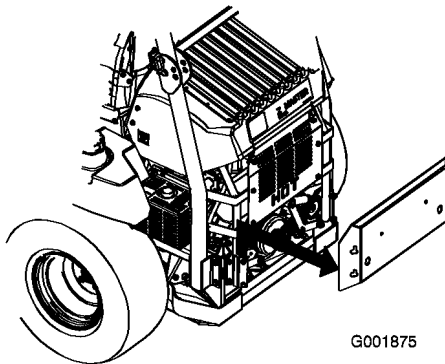

Bild 56
3. Entfernen Sie die hintere Motorverkleidung (Bild 56).